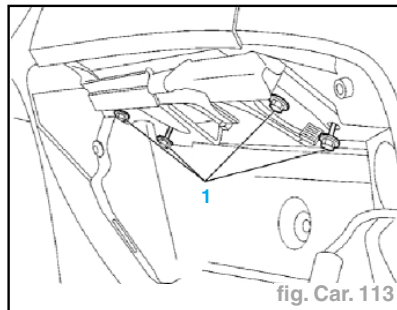

fig. Car. 113
- Dévisser les quatre vis de fixation (1) (fig. Car. 113).